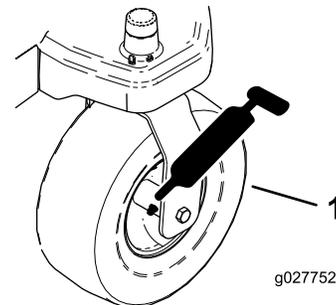
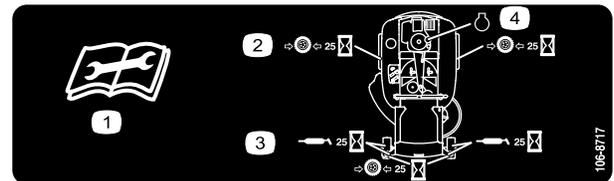

Figura 22
Figura 23
3. Limpie con un trapo los puntos de engrase (Figura 22 y Figura 23).
4. Conecte una pistola de engrasar a cada punto de engrase (Figura 22 y Figura 23).